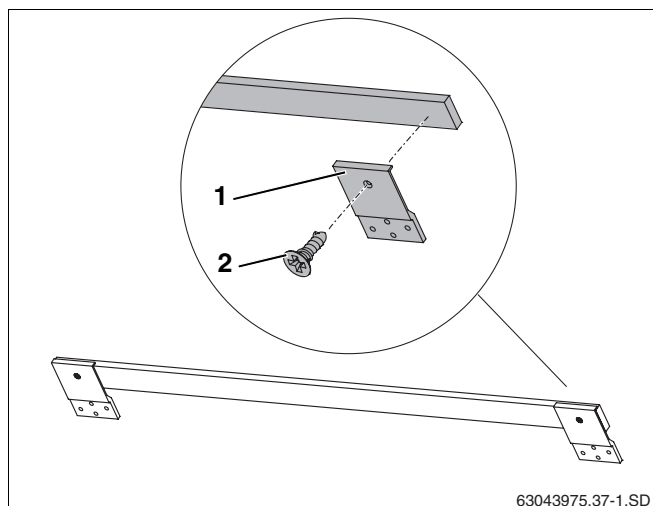

Fig. 10 Montaje previo de los seguros contra deslizamiento al listón de madera
Para el montaje horizontal es necesario fijar 3 seguros contra deslizamiento (fig. 10, **pos. 1**) a un listón de madera (2 en los extremos, 1 en el centro).
- Fije dos seguros contra deslizamiento (fig. 10, **pos. 1**) en el extremo de cada listón de madera adjunto con tornillos 4 x 10 (fig. 10, **pos. 2**).